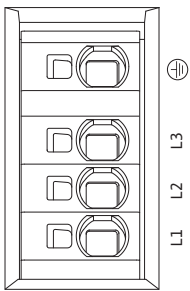

Fig. 30: Leistungsklemmen (Netzanschlussklemmen)
- Leistungsklemmen (Netzanschlussklemmen) (Fig. 30)